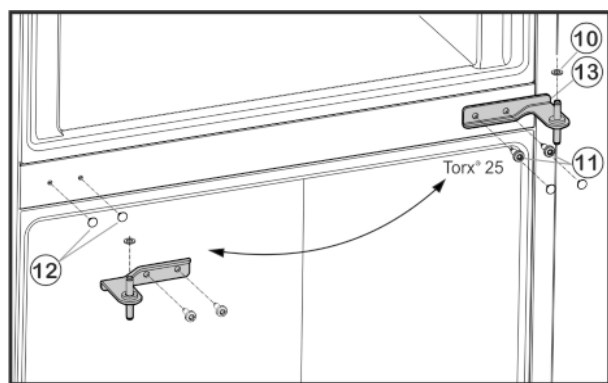

Fig. 6
- ▶ Retirer soigneusement les habillages Fig. 6 (12) et les remettre en place du côté opposé.